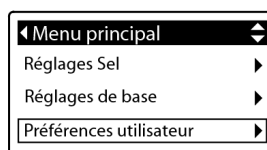

FIG.42
1. Depuis n'importe quel écran d'état séquentiel, appuyez sur SELECT (O) pour afficher le **Menu principal**.
2. Appuyez sur DESCENDRE (▼) pour parcourir les options du menu jusqu'à ce que l'option **Préférences de l'utilisateur** soit sélectionnée (Figure 42).